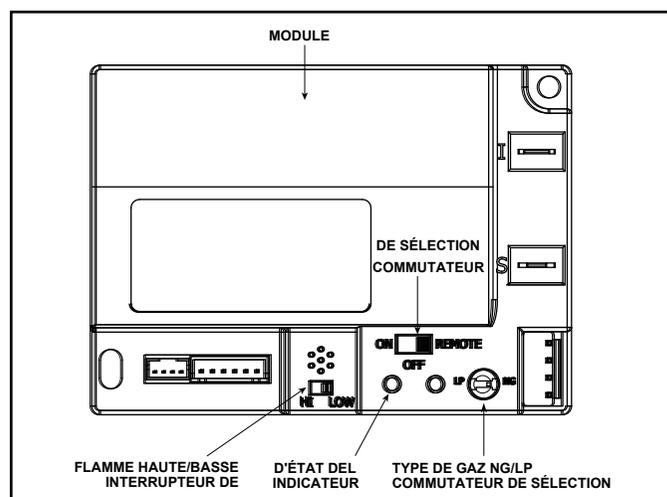

Figure 3.6 Module de commande
1. Le module de commande est muni d'un commutateur de sélection « ON/OFF/REMOTE » qui doit être réglé. Voir la figure 3.6.
2. Si un interrupteur mural câblé est utilisé quand le mode à « REMOTE » du module est activé, la hauteur des flammes peut être réglée au moyen du commutateur de sélection « HI/LO » du module. Voir la figure 3.6. Notez que le commutateur de sélection de flamme « HI/LO » sera désactivé une fois la télécommande optionnelle (RC200/RC300) programmée au module de commande. Notez que le module de commande allumera toujours le foyer à « HI » et conservera ce réglage pendant les 10 premières secondes de fonctionnement. Si le commutateur « HI/LO » est en position « LO », la hauteur de flamme se réglera automatiquement au minimum après 10 secondes. Une fois ces 10 secondes écoulées, la hauteur de la flamme pourra être ajustée de « HI » à « LO » au moyen du commutateur.